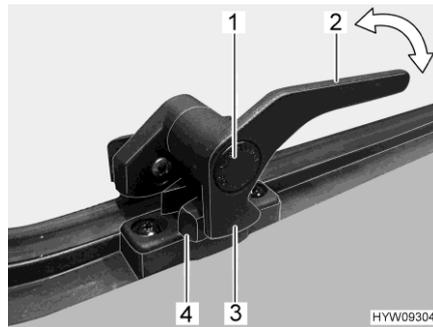

Fig. 44 Palanca de bloqueo (posición "cerrada")
- Presionar el botón de seguridad (Fig. 44,1) y mantenerlo pulsado.
- Girar la palanca de bloqueo (Fig. 44,2) un cuarto de vuelta hacia la mitad de la ventana.
- Girar la palanca de bloqueo (Fig. 44,2) un cuarto de vuelta hacia el marco de la ventana. El saliente de bloqueo (Fig. 44,3) de la palanca de bloqueo se encuentra en la cara interior del bloqueo de la ventana (Fig. 44,4).
- En la posición "cerrada fijamente" (Fig. 44)